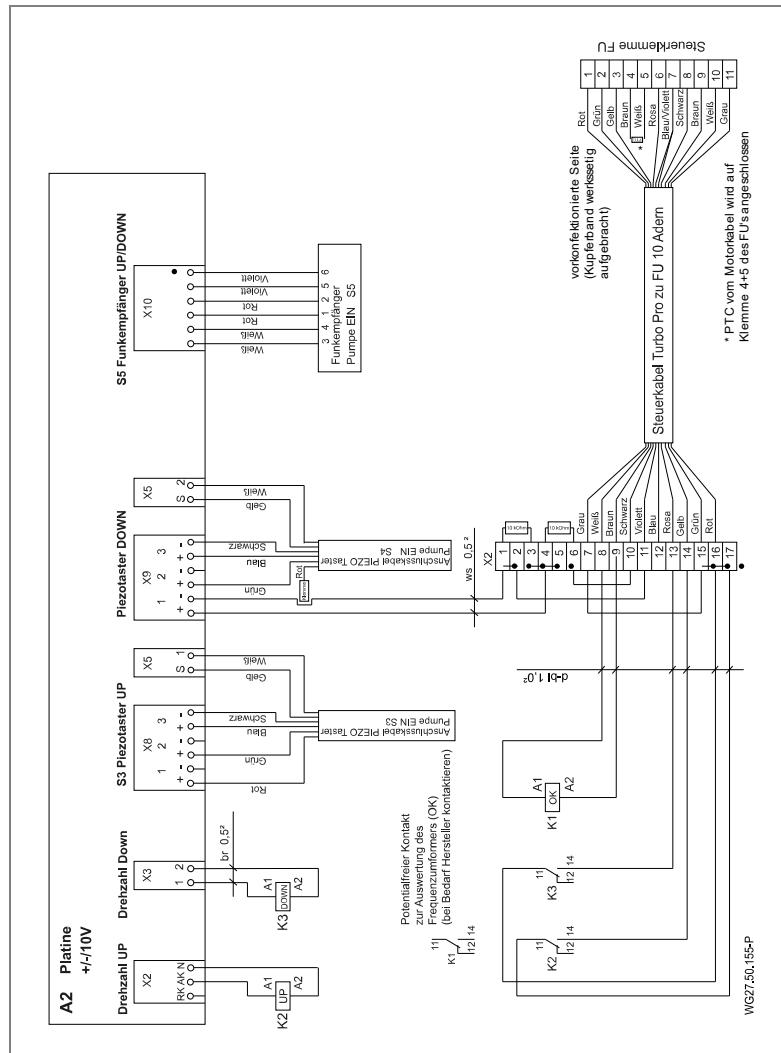

Abb. 18
14. Die Adern für den PTC (braun/weiß) sind nach Schaltplan zu verdrahten. Siehe "Abb. 18" auf Seite 35